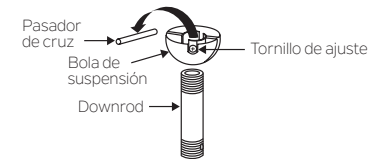

Fig. 7
Paso 5. Retire la bola de suspensión del conjunto de la varilla aflojando el tornillo de fijación, retirando el pasador transversal y deslizando la bola fuera de la varilla. (Fig. 7)